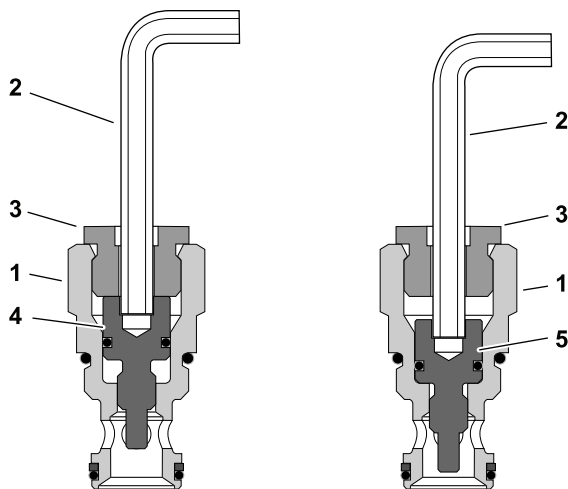

Figure 66
3. Réglez les plongeurs à la position de dérivation en insérant une clé hexagonale (6 mm) dans l'obturateur et en tournant le plongeur à fond dans le sens horaire ; voir Figure 66. Répétez cette procédure pour chaque obturateur (4 en tout).